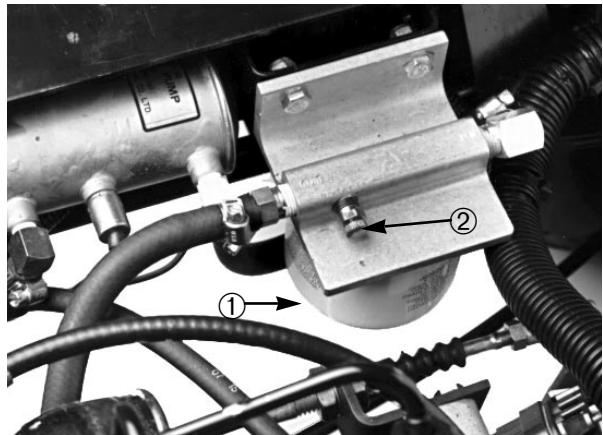

Figure 12
1. Desserrer la vis de purge en haut du filtre à carburant/séparateur d'eau (Fig. 12).